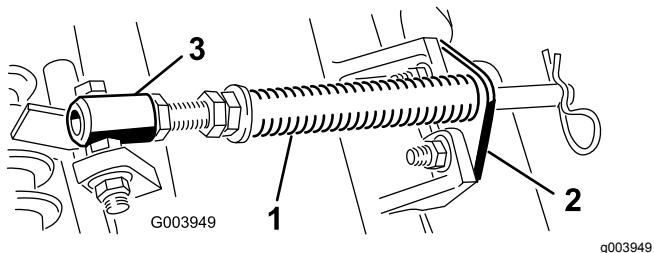

Figura 5
- A. Togliete i due bulloni a testa tonda e i dadi che fissano la staffa dell'asta alle alette degli elementi di taglio (Figura 5).
- B. Rimuovete il dado flangiato che fissa il bullone del tubo della molla all'aletta del telaio portante (Figura 5). Rimuovete il gruppo.